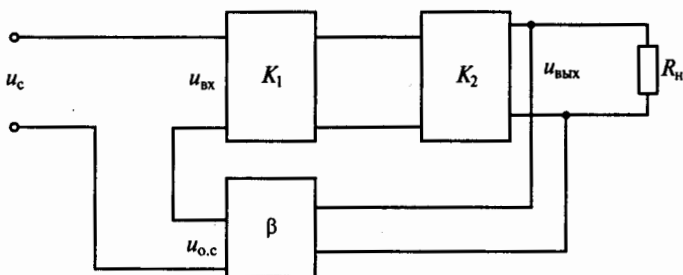

Рис. 208
**8.29.Р.** В схеме двухкаскадного усилителя с коэффициентами усиления  $K_1 = 4$  и  $K_2 = 25$  введена отрицательная обратная связь с коэффициентом передачи  $\beta = 0,1$  (рис. 208). При этом общий коэффициент усиления усилителя  $K$  увеличился на 10%. Как в этом случае изменятся свойства усилителя, охваченного обратной связью?